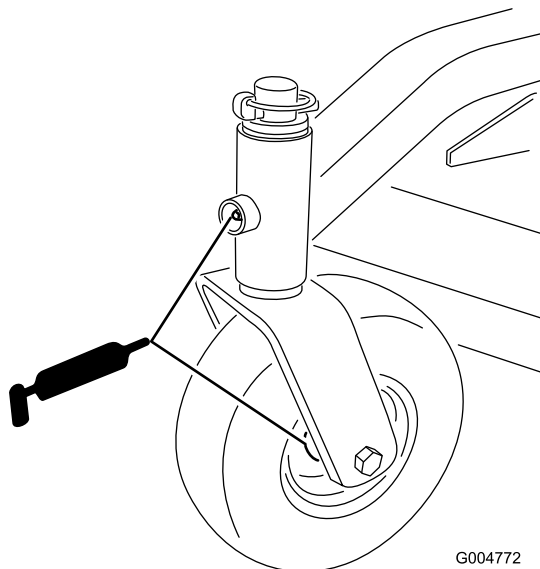

Figure 25
1. Lubrifiez les roulements des roues pivotantes avant ainsi que les pivots avant (Figure 25).
4. Enlevez le chapeau de moyeu de la roue arrière. Graissez le roulement de la roue arrière (Figure 25).